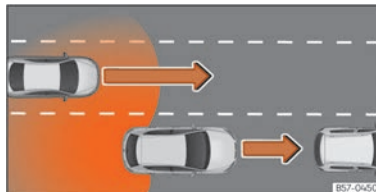

Abb. 119 Überholen mit Verkehr im hinteren Bereich.
- Bei einer Überholung durch ein anderes Fahrzeug » (Abb. 119).